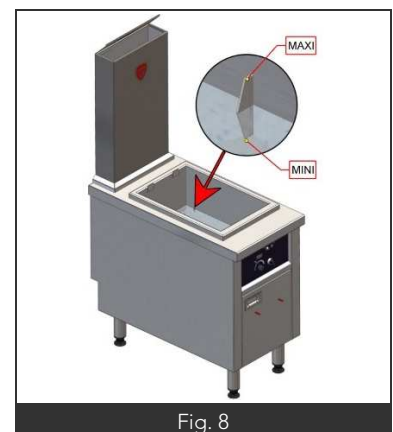

Fig. 8
- Remplir la cuve d'huile. (Le niveau doit être compris entre les repères mini et maxi). Fig.8